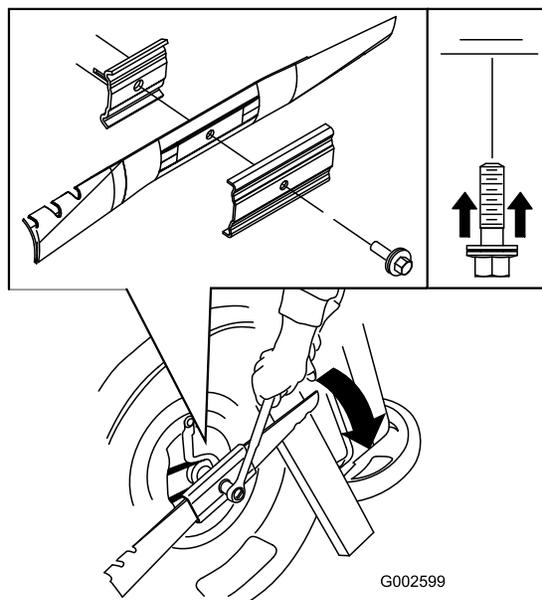

Figura 40
5. Instale la cuchilla nueva (gire el perno de la cuchilla en el sentido de las agujas del reloj) y todos los herrajes de montaje (Figura 40).